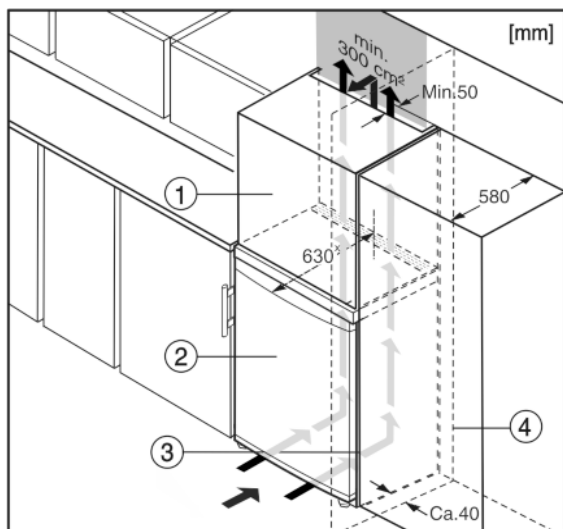

Fig. 10
- (1) Дополнительный шкафчик* (3) Кухонный шкаф*
(2) Устройство* (4) Стенка*
Устройство может быть окружено кухонными шкафами. Чтобы уравнять устройство Fig. 10 (2) по высоте с кухонной стенкой, можно установить над устройством дополнительный шкафчик Fig. 10 (1).
При комбинировании с кухонными шкафами (глубина макс. 580 мм) устройство можно установить непосредственно рядом с кухонным шкафом Fig. 10 (3). Устройство выступает сбоку на 34 мм * и по центру на 50 мм * относительно передней стенки кухонного шкафа.*
Если устройство установлено на шарнирах у стены Fig. 10 (4), то расстояние между устройством и стеной должно быть не менее 40 мм. Настолько выступает ручка при открытой дверце.*